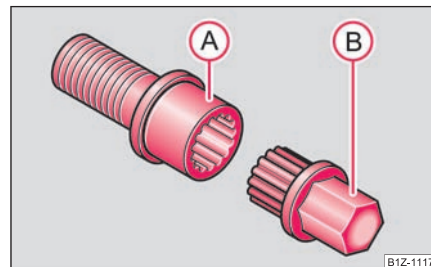

Fig. 229 Șurub de siguranță
- Introduceți adaptorul (B) cu partea zimțată până la limită pe interiorul zimțat al șurubului de siguranță (A), astfel încât să se mai vadă numai partea hexagonală ⇒ fig. 229.